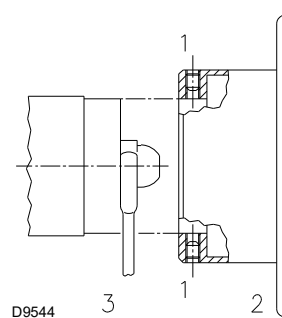

Рис. 21
- затягніть її накидним гайковим ключем через центральний отвір диска стабілізатора полум'я або відкрутіть гвинти 1)(Рис. 21);